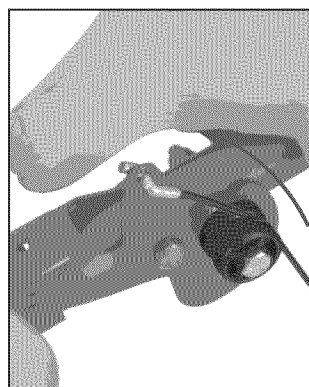

Figura 5. Cables de la palanca reguladora
4. Retire las cintas de goma de transporte de las palancas reguladoras. Asegúrese de que los extremos en forma de "Z" de los cables de la palanca reguladora estén asegurados en los orificios de las palancas reguladoras como se muestra (Figura 5).